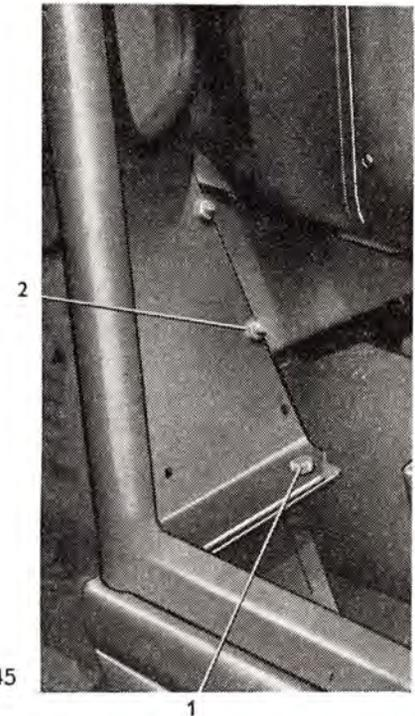

Abb. 145
6. Im Vorderteil des Fahrerhauses sind in zwei Öffnungen auf jeder Seite eine Schraube M 8 $\times$ 20 (Abb. 145/1) einzuschieben, welche das Fahrerhaus am Untersatz festhalten. Auf die Schrauben sind Unterlagscheiben  $\varnothing 8,2$  aufzuschieben und die Schrauben sind mit Muttern M 8 sorgfältig festzuziehen.
9. In die Bohrungen sind Schrauben M 6 $\times$ 15 einzuschieben, auf die Schrauben elastische Unterlagscheiben  $\varnothing 6,1$  aufzulegen und die Schrauben mit Muttern M 6 (Abb. 145/2) festzuziehen. Die herausragende Eckkante des Untersatz-Blechtes ist einzubiegen.